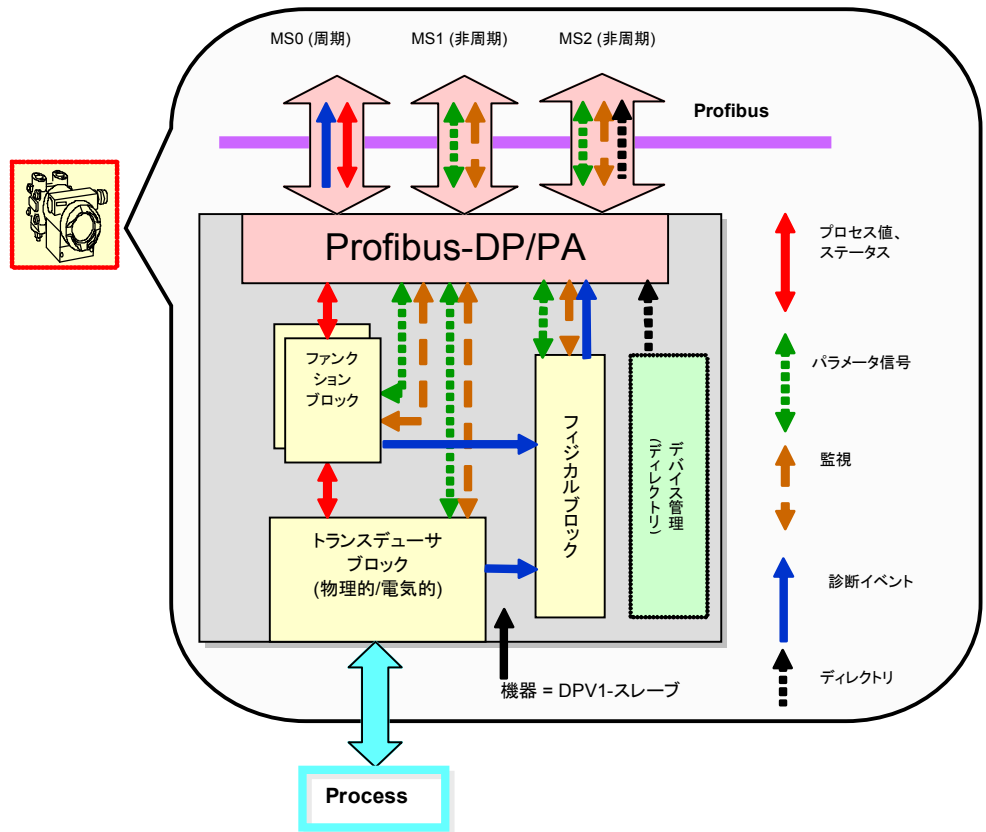

図 9: PA 機器内のブロックモデル
トランスデューサブロック、そして入出力ブロックに加えて、すべての PA 機器はフィジカルブロック (PB) と呼ばれるブロックを持ちます。PB は信号の流れには関係しません。PB には機器の情報 (たとえば、製造者コード、シリアル番号、設置データ、診断情報など) が含まれます。図 9 に、PA 機器のブロック図の概念を示します。ここでは、3 つのデータチャンネルを介してのデータの流れも示してあります。さらに詳しい情報をお知りになりたい方は、9 章で紹介する書籍“Profibus PA” (日本語訳あり) を参照ください。